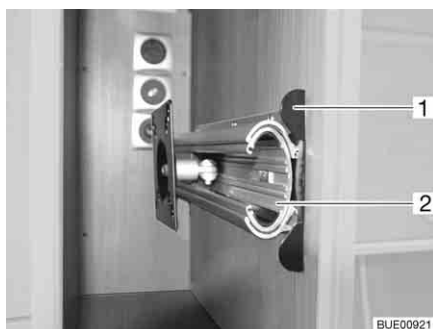

Bild 85 Fäste i TV-skåp
- Tryck in låslisten (Bild 85,1).
- Drag ut utdragsanordningen (Bild 85,2) till stoppläget.
- Skjut in utdragsanordningen (Bild 85,2), tills låslisten (Bild 85,1) hakar i.